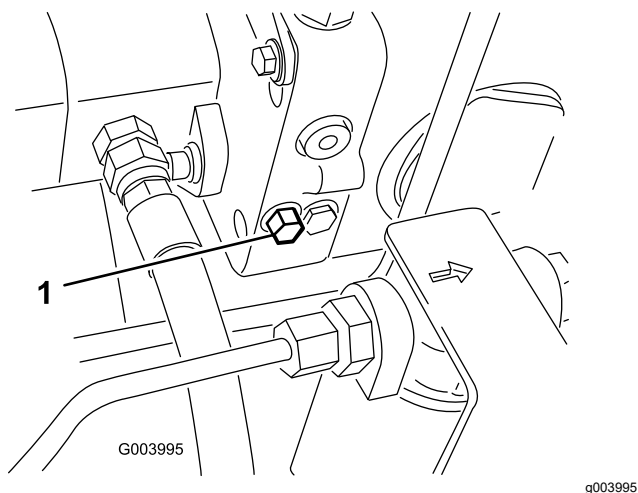

図 95
3. 吐出量可変油圧ポンプについているバイパスバルブを右または左に 1.5 回転させると内部でバイパスが形成される 図 95。